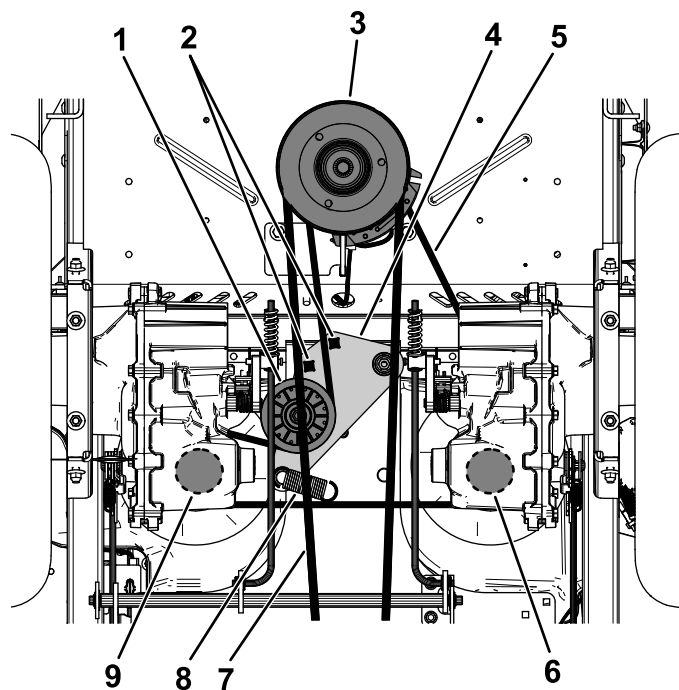

Figura 74
5. Utilice una llave de carraca de 1/2" o similar en uno de los orificios cuadrados del brazo tensor para aliviar la tensión del muelle tensor (Figura 74).
6. Retire la correa existente de la polea tensora, de las 2 poleas de transmisión de la bomba hidráulica y de la polea del motor (Figura 74).
7. Instale la correa nueva alrededor de la polea tensora, la polea del motor y de las 2 poleas de la bomba hidráulica (Figura 74).